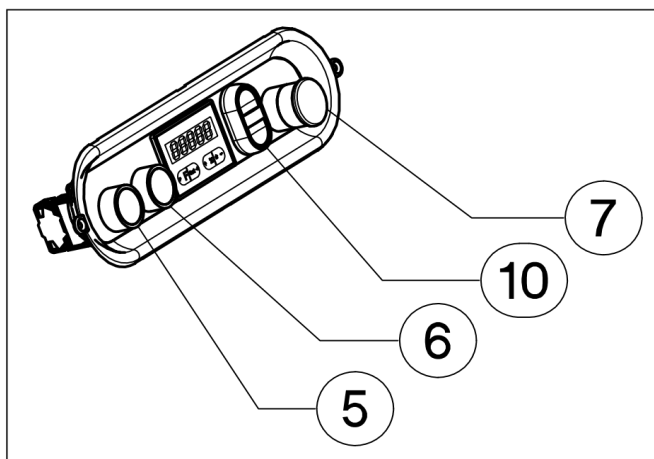

Abb.8 (T120)
- Der Motor kann durch die "Stop"-Taste (Abb.5.6 / Abb.6.6 / Abb. 8,6) oder durch die "Emergency Stop"-Taste (Abb 5,7/Abb 6,7/Abb 8,7) ausgeschaltet werden.